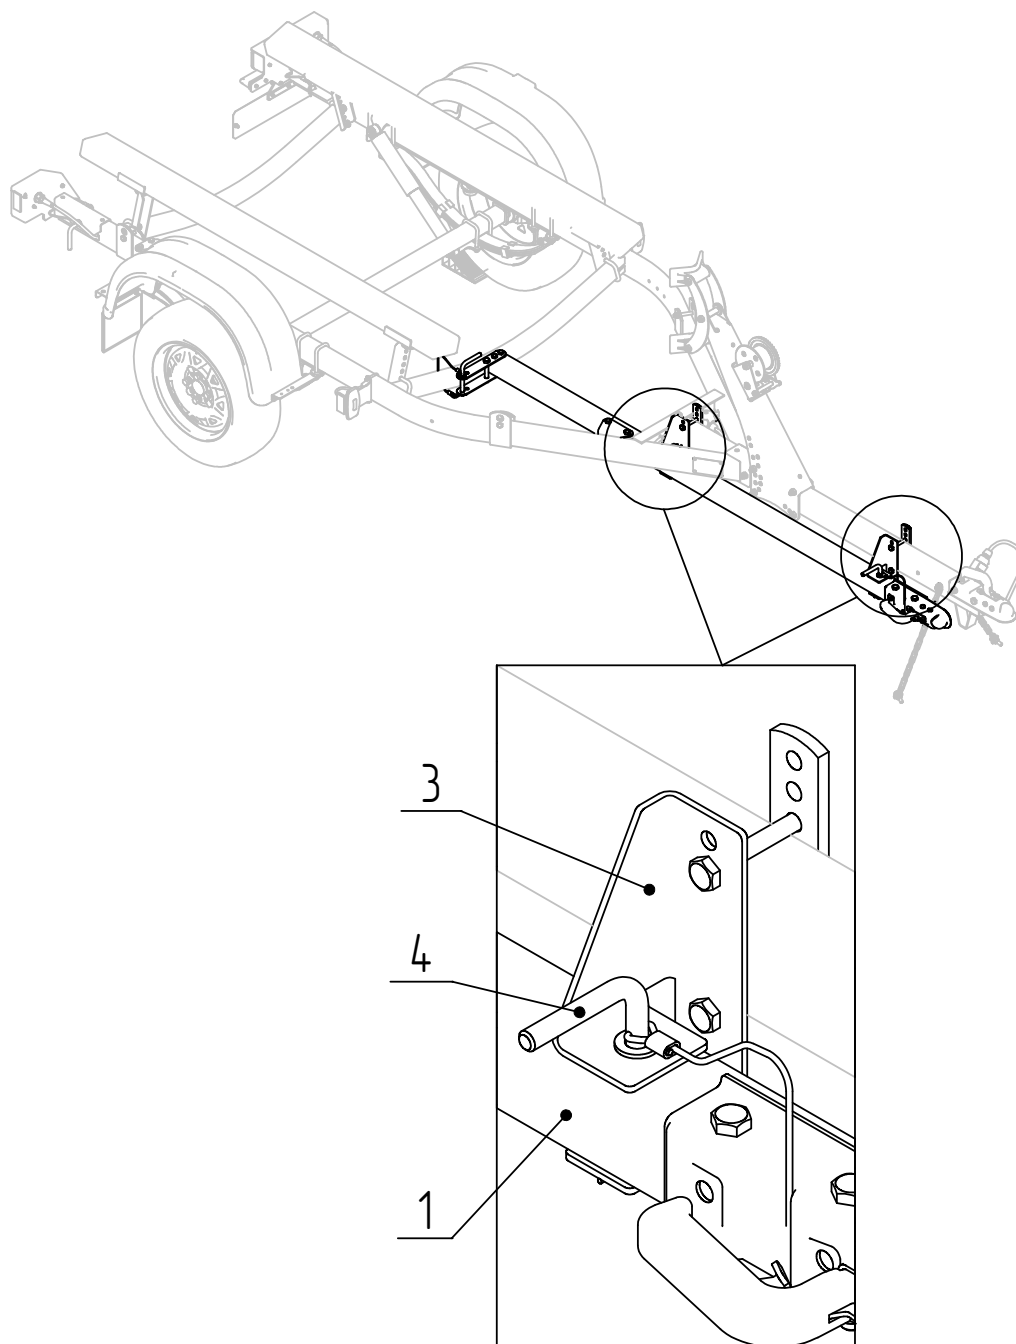

Рис.3
6.1.2 Установить удлинитель дышла (поз.1) в кронштейны (поз.3) так, чтобы отверстия на дышле и кронштейнах совпали. Вставить сверху в отверстие палец (поз.4) и закрепить его снизу шплинтом. Затянуть гайки на кронштейнах крепления удлинителя дышла рис.3.